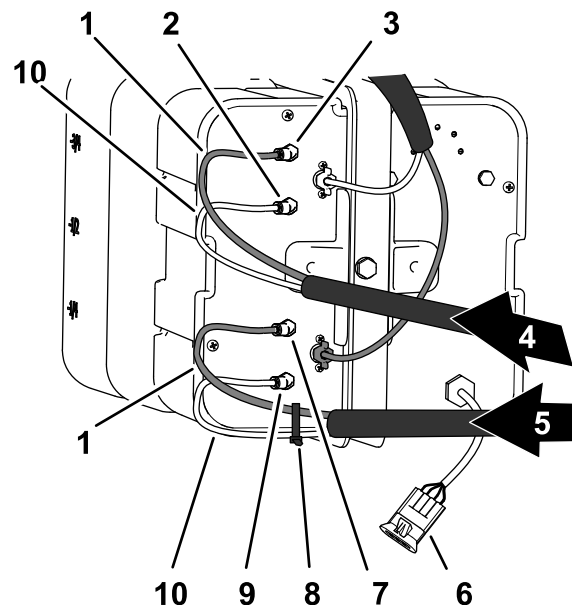

図 14
1. フォームマーカークット用の接続パネルで、右側ブーム用の透明チューブと青色チューブをケーブルタイで固定する 図 14。